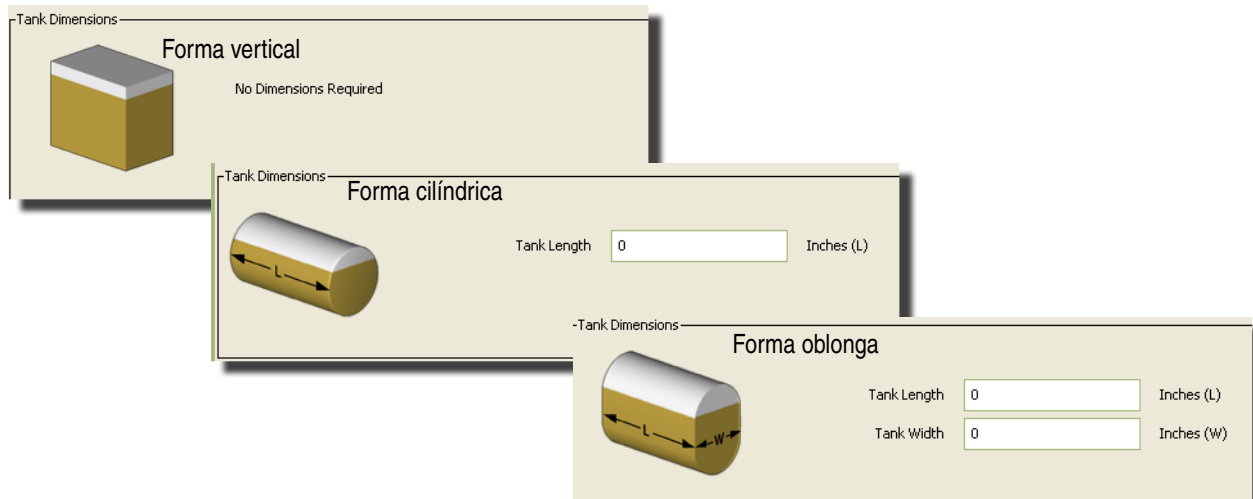

FIG. 74
- **Forma del tanque:** Seleccione el parámetro vertical (predeterminado), cilíndrico u oblongo. Se requiere información adicional sobre las dimensiones de los tanques con forma cilíndrica y oblonga (consulte la FIG. 74).